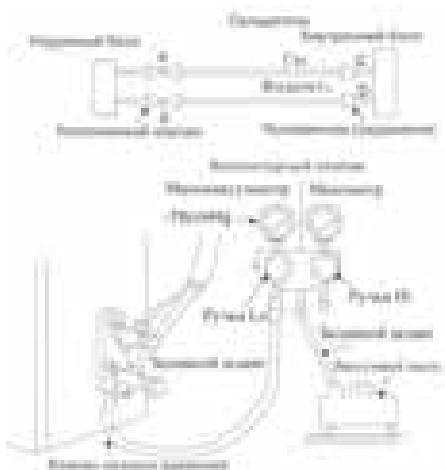

Рис. 14
1. Полностью затяните гайки A, B, C, D, подсоедините заливной шланг коллекторного клапана к заливному отверстию клапана низкого давления на наружном блоке (рис. 14).